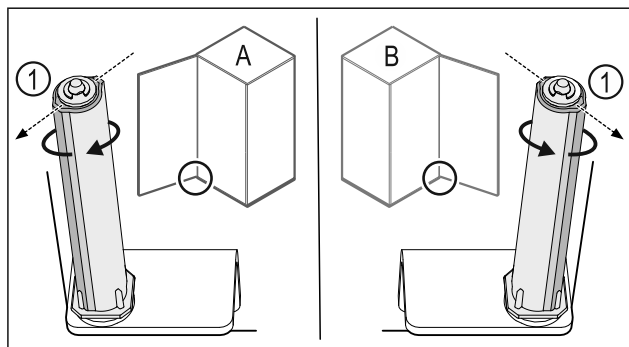

Fig. 46 Lewy ogranicznik (A) / prawy ogranicznik (B)
- Przekręcić system blokujący w kierunku przeciwnym do oporu, aż pręt systemu blokującego Fig. 46 (1) będzie skierowany na zewnątrz.